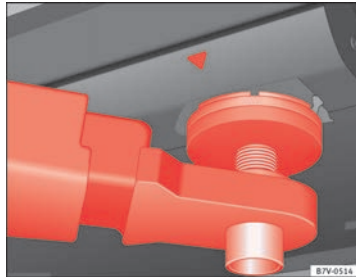
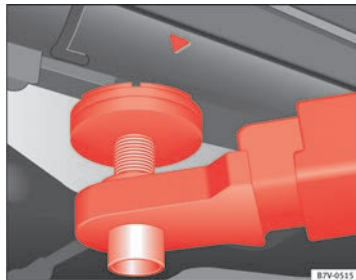

Abb. 127 Aufnahme-
Abb. 128 Aufnahme-
Das Fahrzeug darf nur an den in den Abbildungen ⇒ Abb. 127 und ⇒ Abb. 128 gezeigten Punkten angehoben werden. Wenn das Fahrzeug nicht an den gezeigten Punkten angehoben wird, können Schäden am Fahrzeug ⇒ ⚠ und schwerwiegende Verletzungen die Folge sein ⇒ ⚠.
- Fahrzeug nur an den in den Abbildungen ⇒ Abb. 127 und ⇒ Abb. 128 gezeigten Punkten anheben. Wenn das Fahrzeug nicht an den gezeigten Punkten angehoben wird, kann das Fahrzeug von der Hebebühne fallen, wenn z. B. der Motor oder das Getriebe ausgebaut wird.